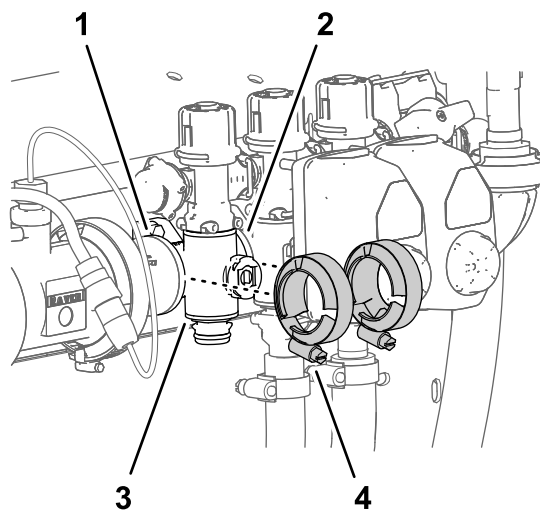

Figura 121
4. Monte provisionalmente las bridas de fijación que retiró en Retirada de la válvula del distribuidor de sección \(página 85\) en las bridas del distribuidor de la válvula de sección y las bridas de las otras válvulas de sección y/o adaptadores de acoplamiento (Figura 121).
7. Apriete las 2 bridas de fijación a mano (Figura 121).